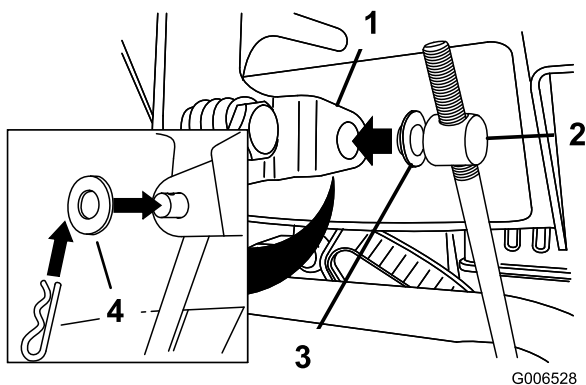

Bild 12
3. Entfernen Sie den Splint und die äußere Scheibe vom Drehzapfen am oberen Ende der Geschwindigkeitsschaltstange (Bild 12).
Hinweis: Lassen Sie die Flachscheibe auf dem Drehzapfen, um den Einbau zu vereinfachen (Bild 12).
6. Heben Sie die Geschwindigkeitsschaltstange an und setzen Sie den Drehzapfen in das Loch im Geschwindigkeitsschalthebel (Bild 12).
- B. Schließen Sie den Drehzapfen vom Geschwindigkeitsschalthebel ab (Bild 12).
- C. Drehen Sie den Drehzapfen auf der Geschwindigkeitsschalstange nach unten (nach rechts) (Bild 12).
- D. Schließen Sie den Drehzapfen am Geschwindigkeitsschalthebel an (Bild 12).
- C. Drehen Sie den Drehzapfen an der Geschwindigkeitsschaltstange nach oben (nach links) (Bild 12).